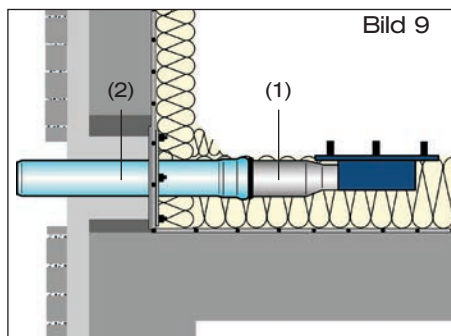

Bild 9
- 2.1 Die Auslaufrohre (1) des Ablaufs bauseits in der Länge anpassen. Die Dichtungen des Schiebeflansches und Rohrenden (2) des LORO-X Rohres mit LORO-X Gleitmittel versehen. Wärmedämmplatte im Bereich des Beckens des Ablaufes aussparen. Der Festflansch des Dachablaufs soll gemäß Flachdachrichtlinien oberflächenbündig in die Unterlage eingelassen werden. Die LORO-X Rohre in die Dichtungen des Schiebeflansches einschieben. Dichtelemente in Rohrmuffen einlegen und mit LORO-X Gleitmittel einstreichen. Die Auslaufrohre des Ablaufes mit LORO-X Gleitmittel versehen. Die Auslaufrohre in die Dichtelemente des LORO-X Rohres einschieben. Den Ablauf sowie die Wärmedämmplatten fixieren (Bild 9). Entstandene Hohlräume in der Wärmedämmung mit geeigneten Materialien schließen. Auslaufrohre im Wandbereich mit ausreichender Wärmedämmung versehen. Wärmedämmplatten verlegen.